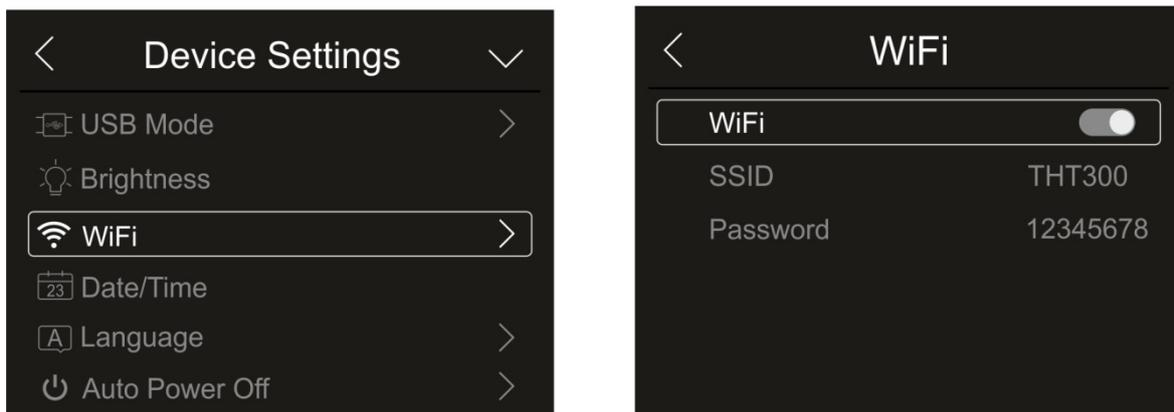

Fig. 14: Activation de la connexion WiFi
1. Touchez l'élément « WiFi » pour entrer dans la section d'activation/désactivation et de personnalisation de la connexion WiFi sur l'instrument. La page-écran de la Fig. 14 – partie droite s'affiche à l'écran.